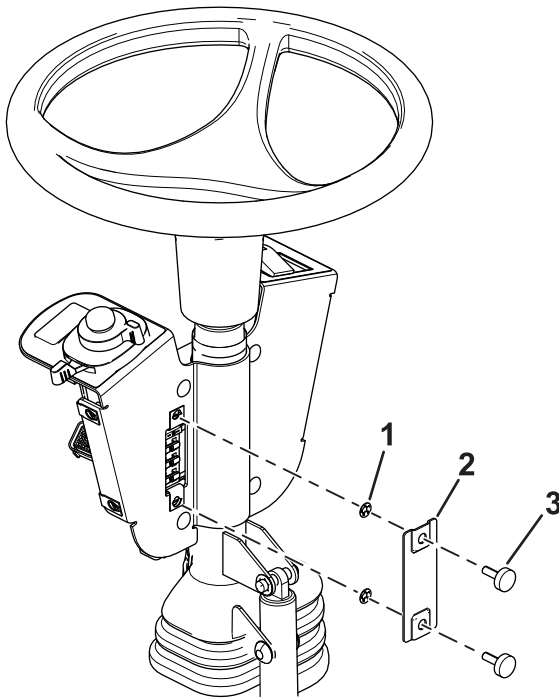

Bild 12
13. Befestigen Sie die Sicherungsabdeckung mit zwei Rändelschrauben und zwei Steckmuttern an der Schalterhalterung (Bild 12).
Hinweis: Stellen Sie sicher, dass die Steckmuttern auf der Innenseite der Sicherungsabdeckung eingesetzt sind (Bild 12).